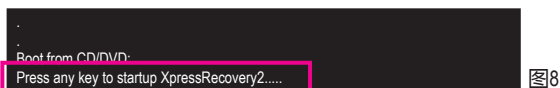

图8
1. 首次使用一键还原 (Xpress Recovery2) 功能时, 需由驱动程序光盘开机, 当画面出现 “Press any key to startup XpressRecovery2” (图8)时, 按任意键进入一键还原 (Xpress Recovery2) 程序。